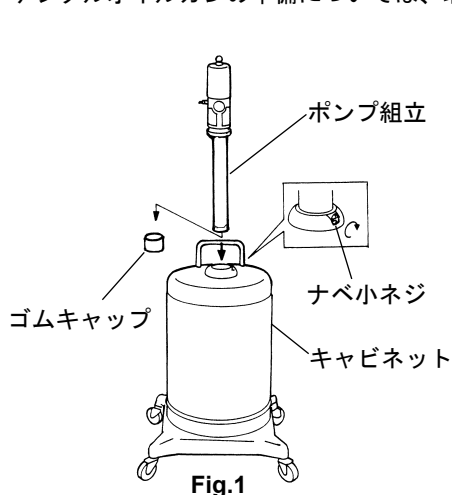

Fig.1
- 1) キャビネットとポンプ組立を組み付けてください。組み付け方法は、はじめにポンプ組立下部のビニールカバー・ゴムキャップを取り外し、キャビネットにセットしてナベ小ネジで固定してください。(Fig.1)